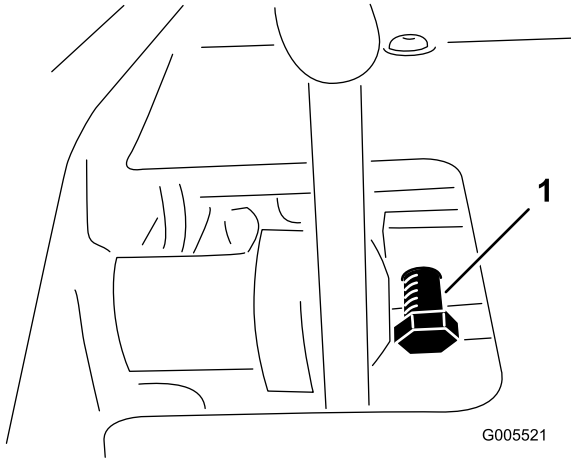

図 53
1. ペダルロックボルトのジャムナットをゆるめる (図 53)。